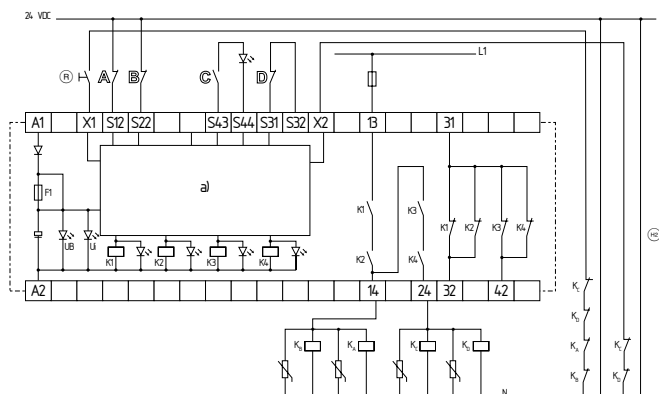

Fig. 3: SRB202CA, 202CA/T, SRB202CA/Q, SRB202CA/QT
L'exemple reprend une commande à deux canaux d'un circuit d'arrêt d'urgence avec deux contacts A et B et d'une surveillance de porte avec les deux contacts C et D, dont au moins un à manoeuvre positive d'ouverture; avec interrupteur de réarmement externe (R) (pour niveau de déclenchement 1) (Fig. 3)
- (R) = Boucle de retour